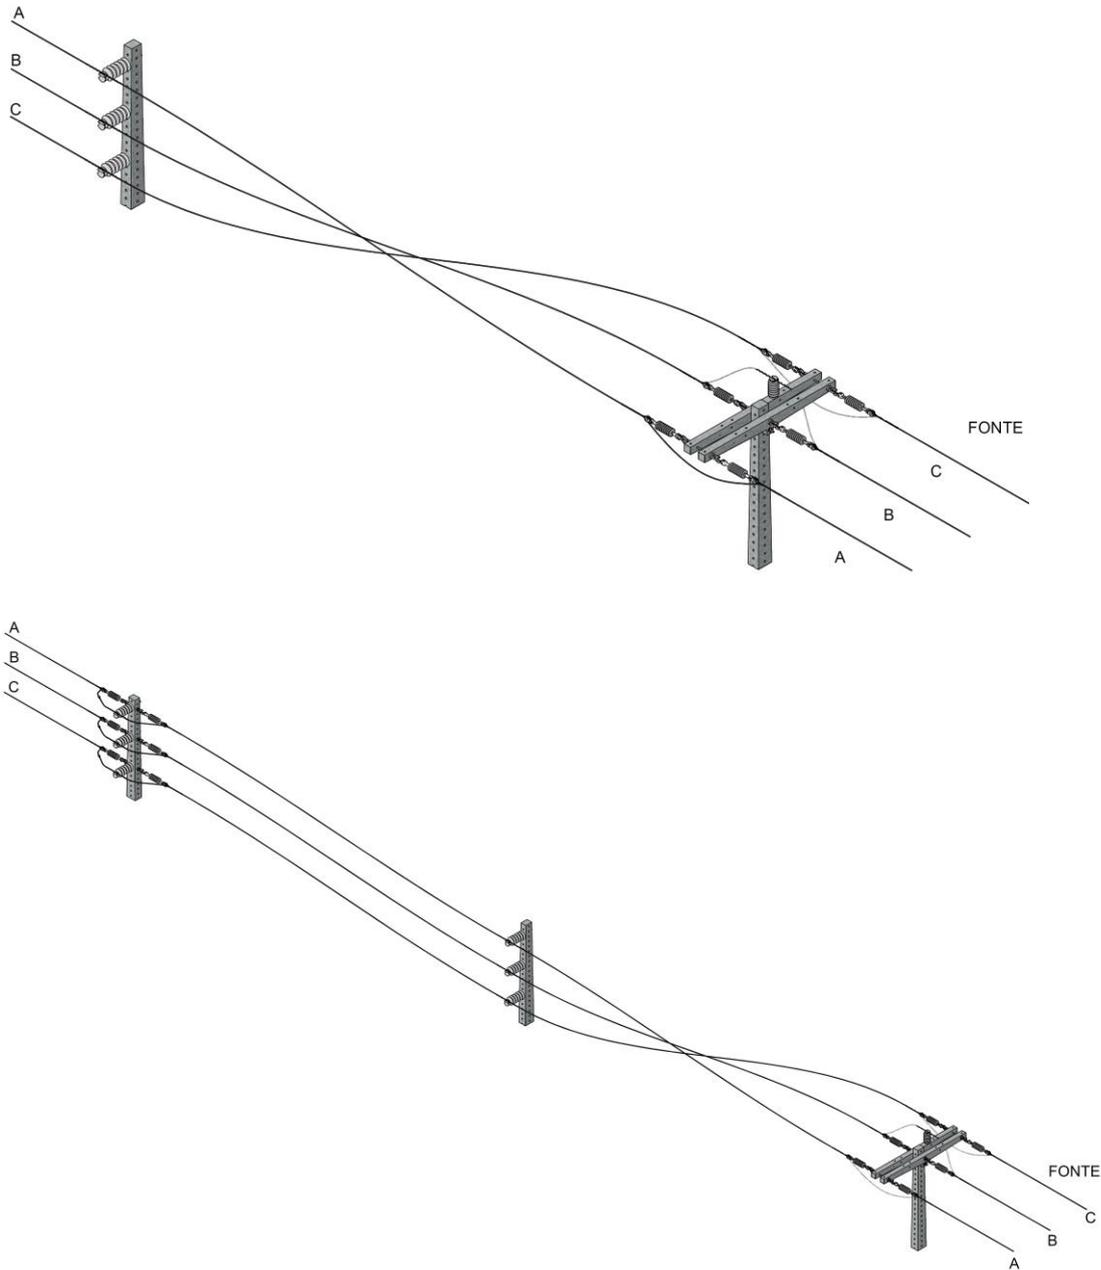

Figura 6 - Estruturas de transferência (circuito vertical p/ horizontal ou vice-versa)
- As transições de padrão convencional (disposição horizontal) para padrão vertical, e vice-versa, devem ser feitas utilizando-se a estrutura P1 entre ancoragens, conforme ilustra a Figura 6.